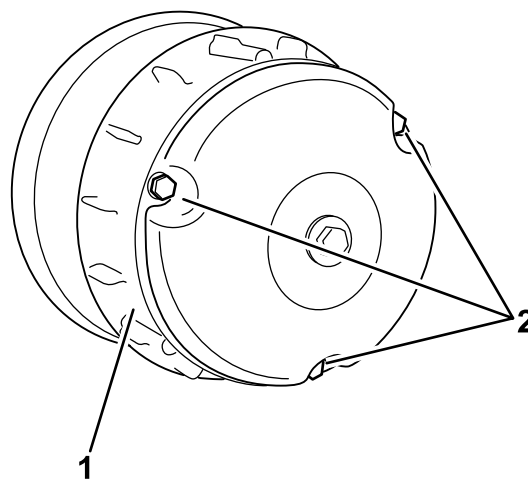

Bild 50
1. Entfernen Sie die drei Schrauben, mit denen die Abdeckung an der Kupplung befestigt ist, und nehmen Sie die Abdeckung ab (Bild 50).
3. Setzen Sie die Kupplungsabdeckung auf und befestigen Sie sie mit den drei in Schritt 1 entfernten Schrauben (Bild 50).